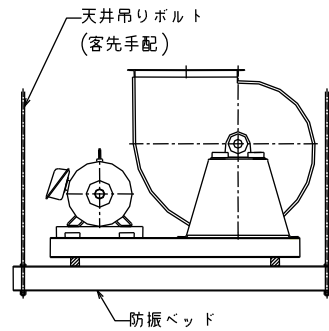
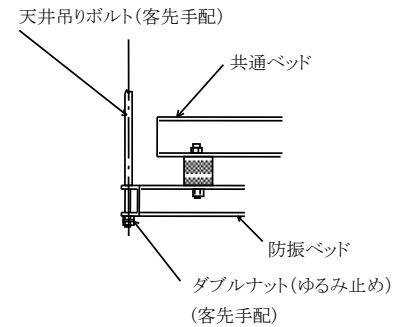

図 6 SRTE3型 (例)
図 7 天井吊り形防振材取付(例)
(4) 天井吊り形 (特殊仕様)
- ① 天井にあらかじめ埋め込まれた吊りボルトにより、ファンのベッドを水平に、4本の吊りボルト全部に荷重がかかるように取付けてください。(図 6)
- ② 吊りボルトは十分な強度のもの (ボルト自身および埋め込み状態とも) をご用意ください。
- ③ 据付け後、吊りボルトのナットはダブルナットとし、ゆるみ止めを必ず行ってください。(図 7)